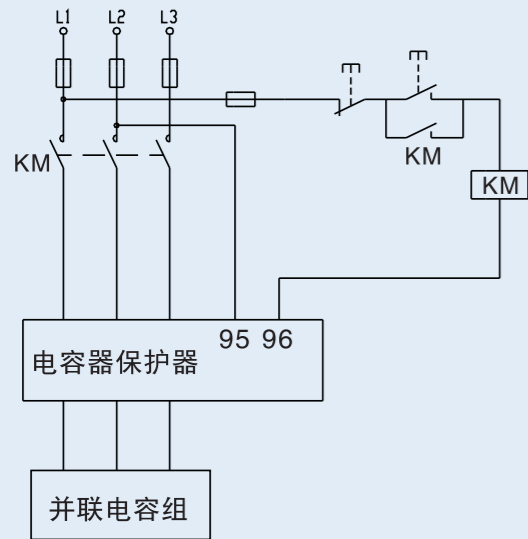
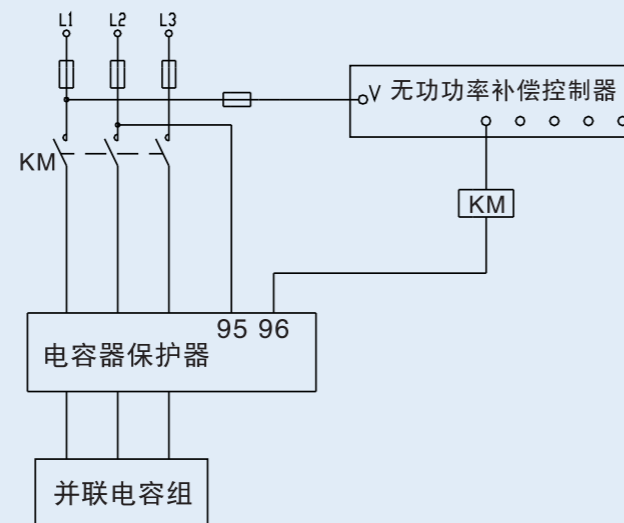

图4
图5
7.5.3 保护器的95、96接点是半导体常闭开关元件的输出接口，串入切换电容器接触器的控制线圈回路中或低压无功功率自动补偿控制器中，在故障发生时有效的保护并联电容器组。接线示意图见图4、图5。